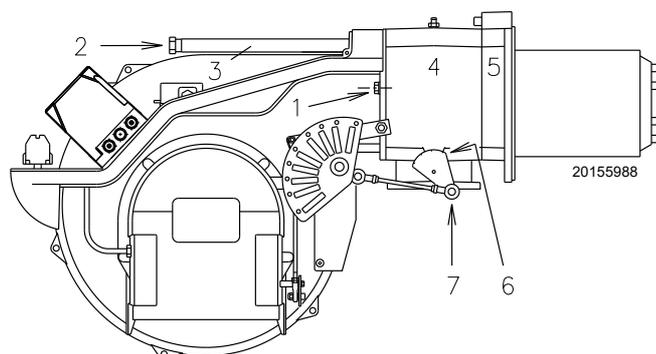

Abb. 40
- den Brenner wieder auf den Führungen 3)(Abb. 40) in einem Abstand von ca. 100 mm zur Muffe 4)(Abb. 40) montieren. Der Brenner befindet sich in der in der Abb. 14 dargestellten Position;